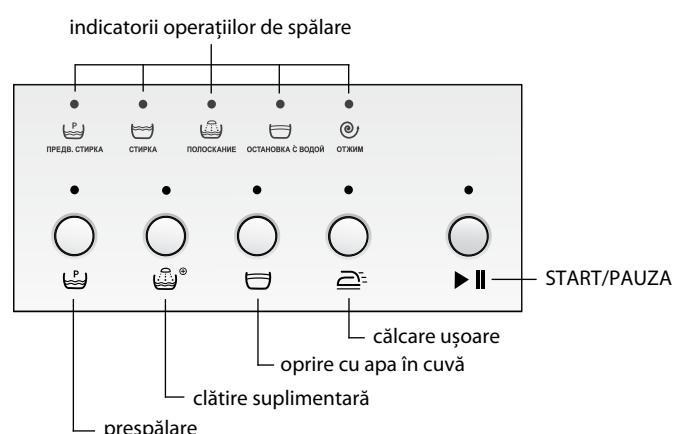

Figura 3 – Afisajul și butoanele de comandă
Fiecare buton are un indicator și este marcat cu simbol pe panoul de comandă, în conformitate cu Figura 3. Pentru a selecta funcția auxiliară dorită, apăsați butonul corespunzător.
1.4.1 Pentru a selecta funcția auxiliară, apăsați butonul corespunzător acestei funcții – se aprinde indicatorul în conformitate cu Figura 3. La apăsare repetată, indicatorul de lumină se stinge, funcția se anulează.